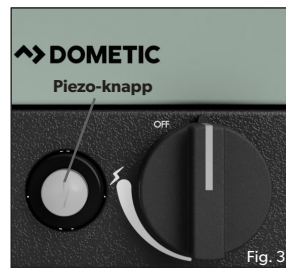

Fig. 3
- For å tenne opp apparatet med piezotenner, trykk og vri kontrollknappen 90° mot klokken, og trykk deretter på piezoknappen for å tenne gassen (se fig. 3). Hvis gassen ikke antennes ved den første gnisten, vri kontrollknappen tilbake til "OFF"-posisjonen. Prøv igjen ved å trykke og dreie kontrollknappen mot klokken og trykke på piezoknappen for å tenne gassen. Hvis gassen ikke har antent i løpet av de første to til tre sekundene, bør du stenge kontrollventilen ved å vri kontrollknappen tilbake til "OFF"-posisjon.